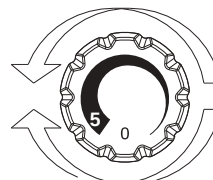

Fig. 2
• El ajuste de temperatura de ambos compartimentos se realiza girando la rueda del termostato (Fig. 2).